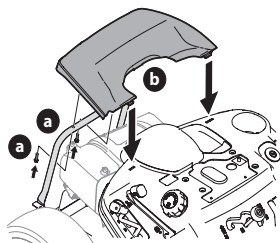

Figure 14
1. Retirez les deux vis hexagonales (a) installées en usine situées sur le couvercle du moteur (b). Conservez les vis pour utilisation ultérieure (Figure 14).
2. Installez le couvercle de moteur arrière (b) en le plaçant comme illustré à la Figure 14 à la page 72. Faites-le basculer vers l'avant pour l'ajuster dans les fentes aménagées, puis inclinez-le vers l'arrière pour aligner les trous de montage.
3. Attachez le couvercle (b) avec les deux vis retirées précédemment. Ne les serrez pas excessivement (Figure 14 à la page 72).